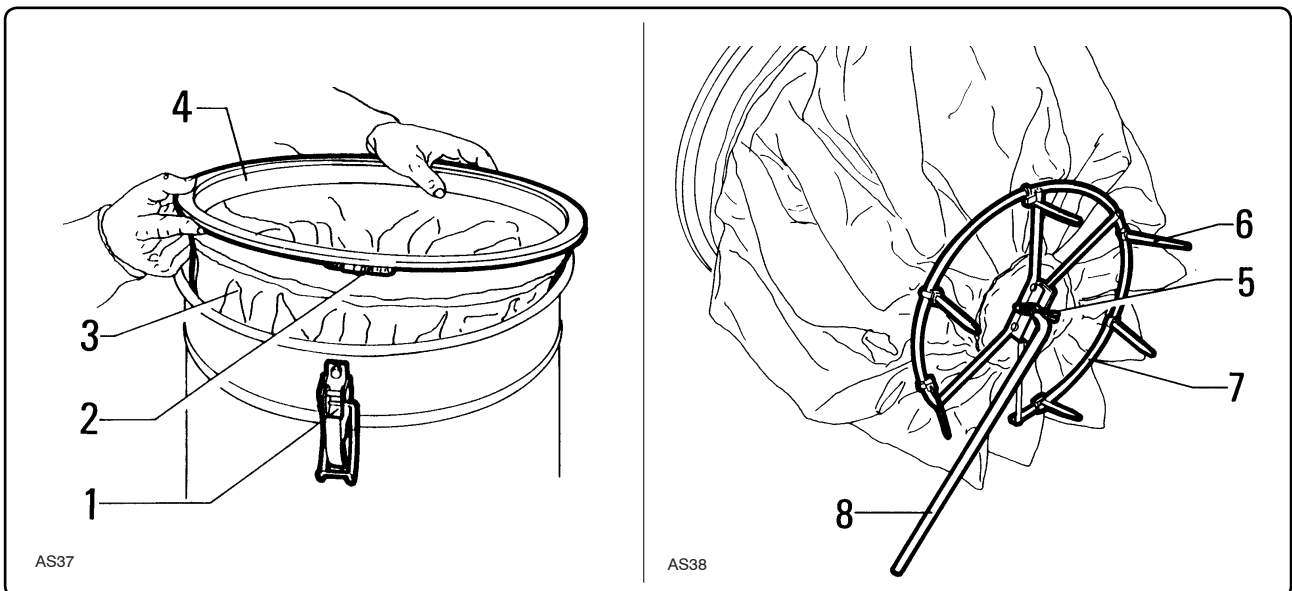

Fig. 7.5.4
- Sollevare leggermente il filtro "3" fig. 7.5.4 inserire all'interno dell'aspiratore una mano, raggiungere la copiglia "5" e sfilarla liberando così la leva "8" dello scuotifiltro dall'anello "7".
- Slightly lift the filter "3" fig. 7.5.4. Insert one hand inside the exhauster in order to reach split pin "5". Remove it, thus freeing filter shaker lever "8" from the ring "7".
- Soulever légèrement le filtre "3" fig. 7.5.4, mettre une main dans l'aspirateur pour atteindre la goupille "5" et la retirer en libérant ainsi le levier "8" du secoueur de filtre de l'anneau "7".
- Alzar ligeramente el filtro "3" fig. 7.5.4, meter una mano dentro del aspirador para coger la clavija "5" y sacarla; de esta manera queda libre el anillo "7" de la palanca "8" del sacude-filtro.